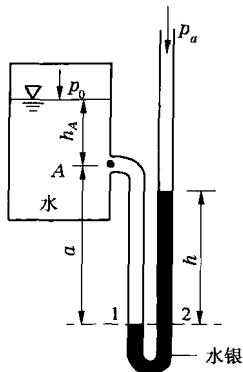

图 1.2.1
**【例 1.2.3】** 如图 1.2.1 所示,利用 U 形测压计测量容器中液体某点 A 的压强,只要测出与 A 点相连支管中水银面和 A 点间的高差  $a$ ,两管间水银液面差  $h$ ,即可求得 A 点的压强。试求:
(1) 当  $h = 20 \text{ cm}$ ,  $a = 25 \text{ cm}$ ,  $h_A = 10 \text{ cm}$  时,则 A 点压强  $p_A$  及液面压强  $p_0$  为多少?
(2) 当  $h = 0$ , 其他数据不变时,则  $p_A$ 、 $p_0$  为多少?